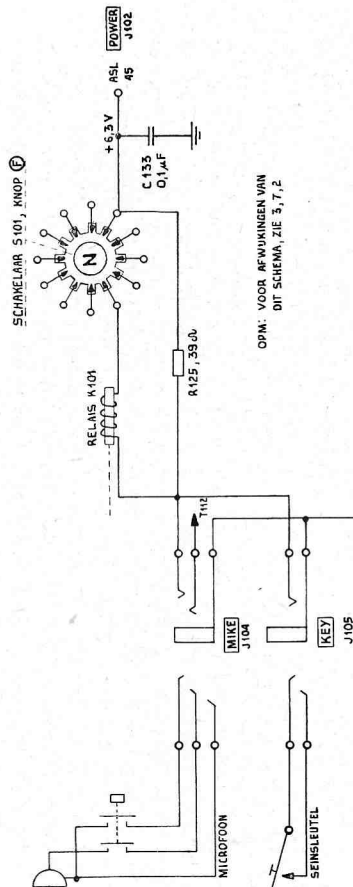

Fig. 37. Bedieningsschakeling
3.3.8 Bedieningsschakeling (zie fig. 37 en 38).